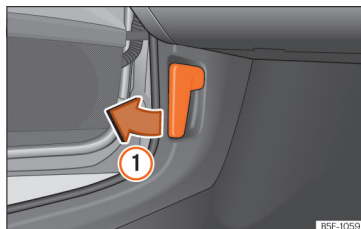

Abb. 314 Entriegelungshebel im Fahrerfußraum.
- Öffnen Sie die Tür und ziehen Sie an dem Hebel unterhalb der Instrumententafel » Abb. 314 (1).